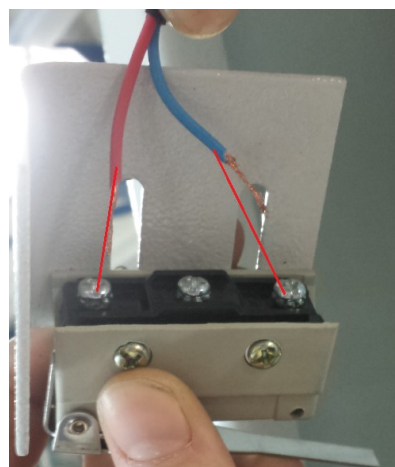

Fig.12b
8. Sluit nu de limietschakelaar aan, verwijder het zwarte kapje en het rubber, plaats nu eerst het rubber en vervolgens het kapje over de signaalkabel. Knijp twee kabelschoentjes (niet inbegrepen op de draadeinden en schroef nu de draden vast op de posities weergegeven in fig.12b).